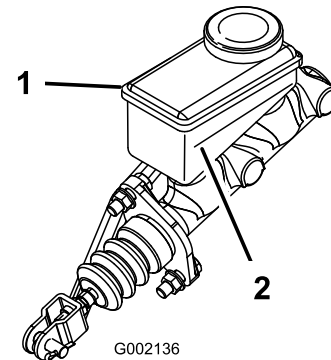

**Figura 64**
- 4. Levante el capó para acceder al cilindro del freno principal y al depósito (Figura 64).
- A. Limpie la zona alrededor del tapón del depósito y retire el tapón (Figura 64).
- C. Coloque el tapón del depósito (Figura 64).